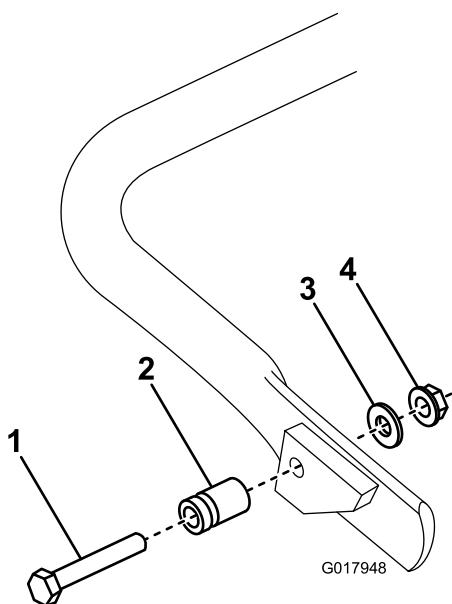

図5
- キックスタンドの右側に(図5)、スプリングスタッフを接続する；付属部品の中にあるボルト、ワッシャ、フランジヘッドナットを使用する。